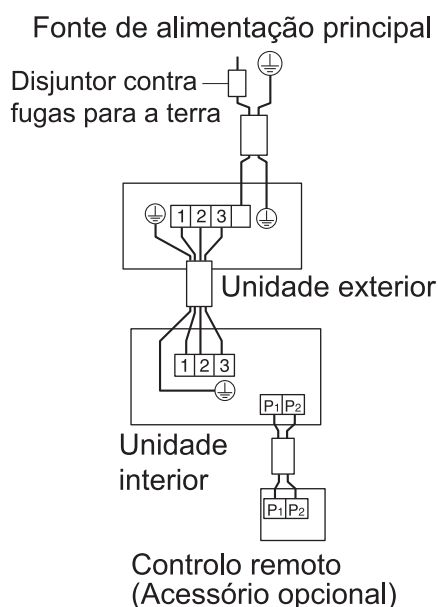

Fig. 34
- **Tipo de par:** 1 controlo remoto controla 1 unidade de interior (sistema padrão). (Consulte a Fig. 34)